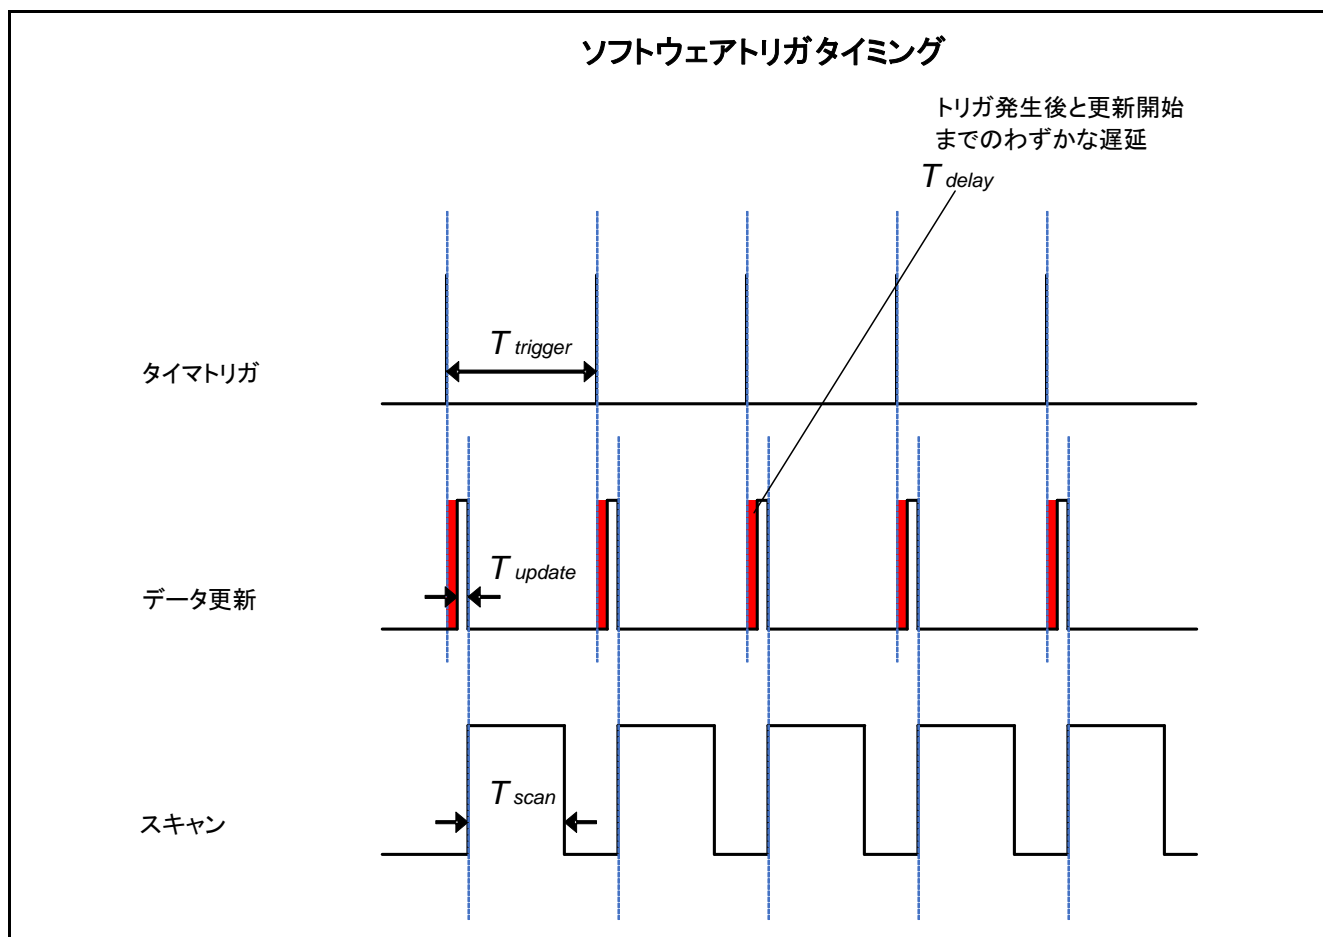

図 1-1 定期的なソフトウェアトリガタイミング
- メインアプリケーションがフラグの設定を検出するまでわずかな遅延が発生します (「図 1-1 定期的なソフトウェアトリガタイミング」の赤いバーを参照)。